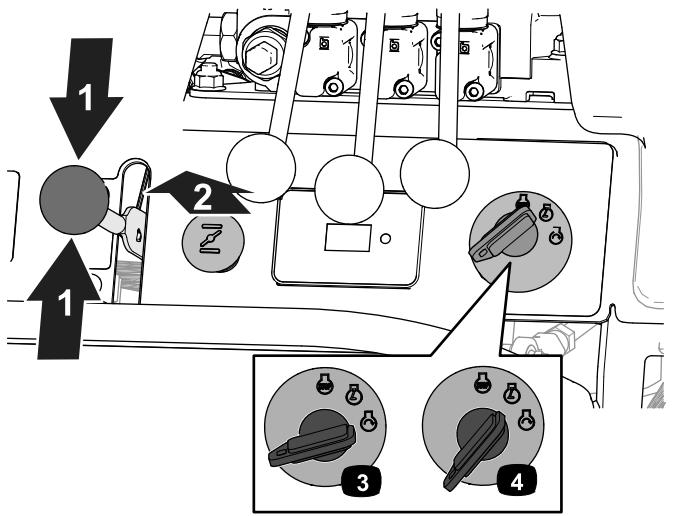

Figure 27
3. Réglez la commande d'accélérateur à mi-course entre les positions BAS RÉGIME et HAUT RÉGIME (Figure 27).
4. Si le moteur est froid, tirez la commande de démarrage à froid à la position EN SERVICE (Figure 27).
5. Tournez la clé de contact à la position DÉMARRAGE (Figure 27).
6. Lorsque le moteur démarre, tournez la clé à la position CONTACT (Figure 27).
8. À mesure que le moteur chauffe, rapprochez la commande de démarrage à froid de la position HORS SERVICE (Figure 27).